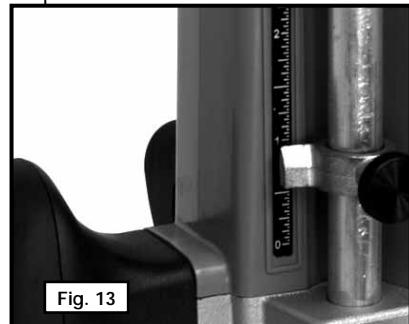

Fig. 13
- Afloje la perilla cerradora de la varilla de profundidad (K) Fig. 91, y levante la varilla de profundidad hasta alinear el índice con el punto de la escala que representa la profundidad del movimiento vertical deseado. (El ejemplo en la Fig. 13 indica 1" de movimiento vertical.) Apriete la perilla cerradora para la varilla de profundidad.